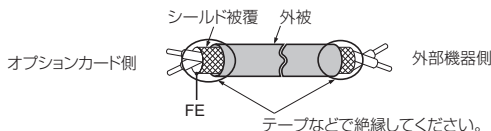
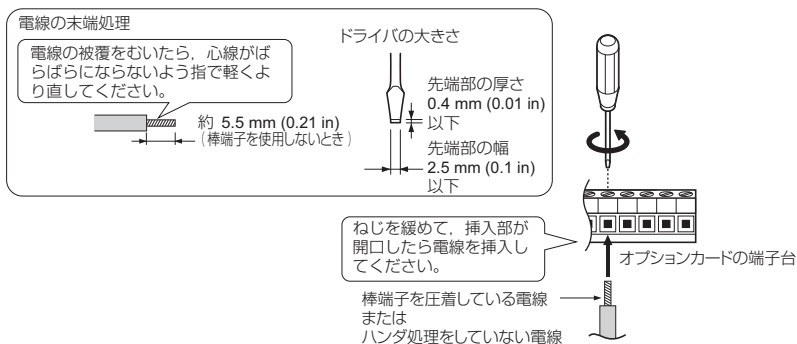

図7 シールド線の末端処理
図8 電線の末端処理と配線
5. 図7と図8を参考に電線の末端を処理してください。配線時の締め付けトルクについては、「電線サイズと締め付けトルク」(36ページ)を参照してください。すべての電線が確実に固定されているか、電線の被覆が端子台の挿入部に噛み込んでいないかを確認してください。また、はみ出した心線はすべて切断してください。